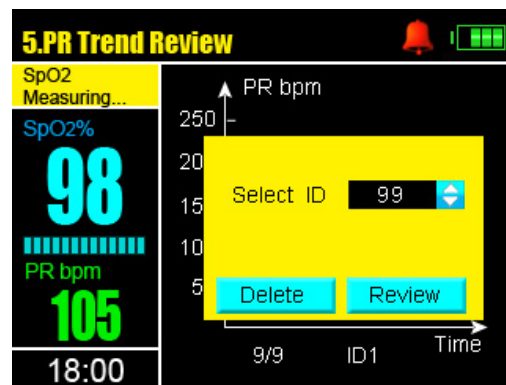

Fig.20 (2)
Legenda Fig. 20 (1)/20 (2) PR Trend Review = Tracciato battito